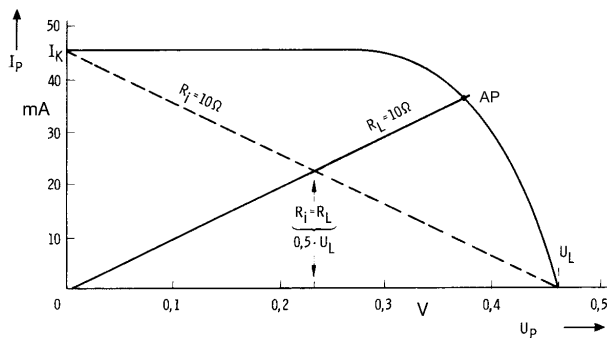

Bild 2 I, U -Kennlinie einer Solarzelle und das Problem der Leistungsanpassung im nichtlinearen Grundstromkreis
5. Überlegen Sie sich unter Bezugnahme auf Bild 2, welches prinzipielle Verhalten der differentielle Innenwiderstand einer Fotozelle in Abhängigkeit von der Klemmenspannung aufweist (qualitative Skizze dazu)!
- Ermitteln Sie weiterhin die zum Leistungsmaximum gehörige Spannung. Wie groß ist dort r_i ? Vergleichen Sie diesen Werte mit dem linearen Ersatzwiderstand der Solarzelle $R_{i,ers}$. Zeichnen Sie die zum so bestimmten leistungsmäßig optimalen Arbeitspunkt gehörige Lastkennlinie in das Diagramm ein und bestimmen Sie daraus den erforderlichen $R_{i,opt}$ (optimaler Lastwiderstand). Diskutieren Sie die Ergebnisse unter Berücksichtigung der zu Bild 2 getroffenen Aussagen!